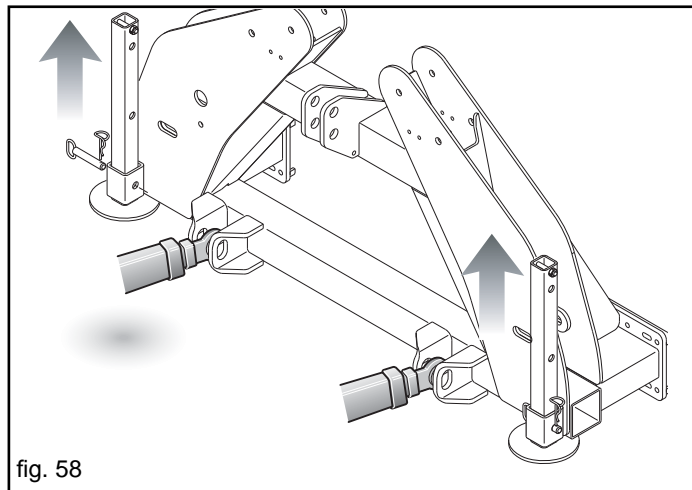

fig. 58
- Sollevare l'attrezzatura dal suolo, e rimuovere il piedino di appoggio (Fig. 58).